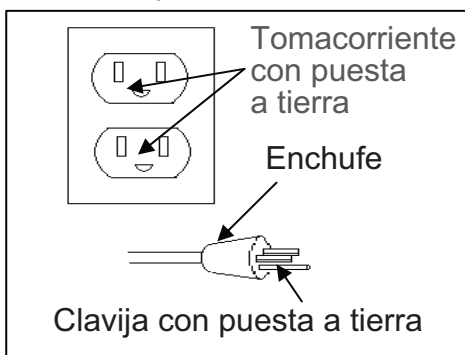

Figura 1
- J. CABLE ELÉCTRICO:** Este producto está diseñado para usarse en un circuito nominal de 120 voltios y debe contar con una puesta a tierra. Se debe usar un cable con un enchufe con puesta a tierra. Asegúrese de que el producto esté conectado a un tomacorriente con la misma configuración que el enchufe (consulte la Figura 1). No debe utilizarse ningún adaptador con este producto.